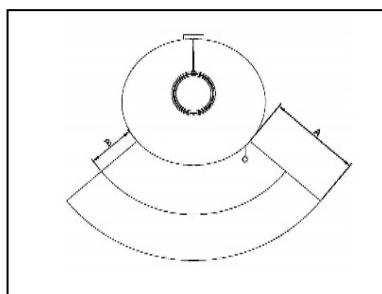

Fig. 2
Per gli elementi costruttivi, i mobili e i tessuti di arredamento infiammabili situati nella zona di irraggiamento della stufa è necessario rispettare una distanza minima di **150 cm** (A), misurati dal bordo anteriore dell'apertura del focolare. La distanza di sicurezza si riduce ai **75 cm** (B) qualora di fronte all'elemento sia installata una protezione areata (v. fig. 2).